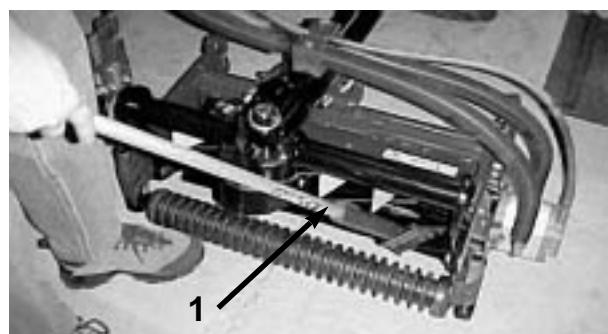

図71
3. バックラップノブをバックラップ位置にセットし、速度ノブを「1」にセットする（図71）。